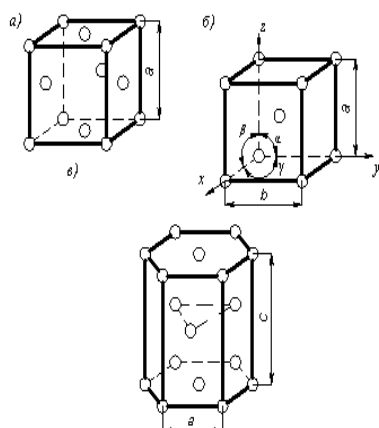

Рисунок 2. Кристаллические решётки: а – гранецентрированный куб (ОЦК); б – объёмно-центрированный куб (ГЦК); в- гексагональная плотно упакованная (ГПУ)
Стремление атомов металла занять места, наиболее близкие друг к другу, приводит к образованию решеток других типов (рис. 2.):
- объёмно-центрированной кубической решётки (ОЦК) (рис.2.а) с параметром
- гранецентрированной кубической решётки (ГЦК) (рис.2.б) с параметром $a = 0,25\text{мм}$
- гексагональной плотно упакованной решётки (ГПУ) (рис.2.в) с параметром $c / a \approx 1,633$